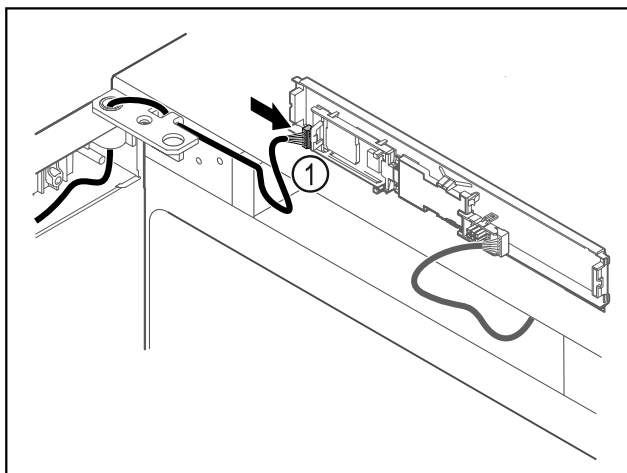

Fig. 60
- ▶ Συνδέστε το φινιρίσματα Fig. 60 (1) στην πλακέτα.